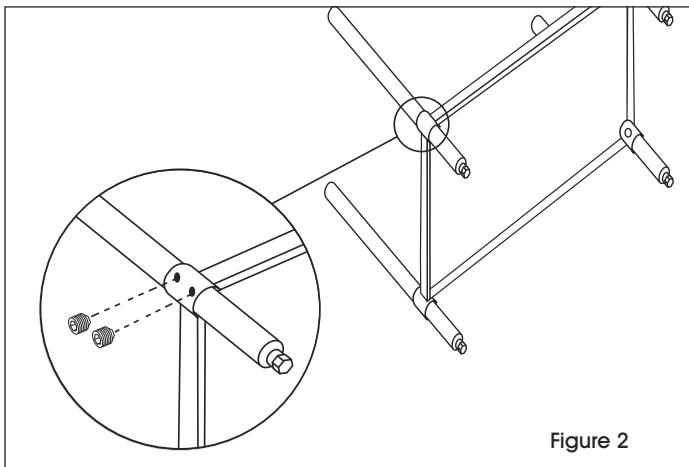

Figure 2
2. Fixez les pieds à la tablette inférieure à l'aide des vis de réglage et de la clé Allen de 5/32 po. (Voir Figure 2)